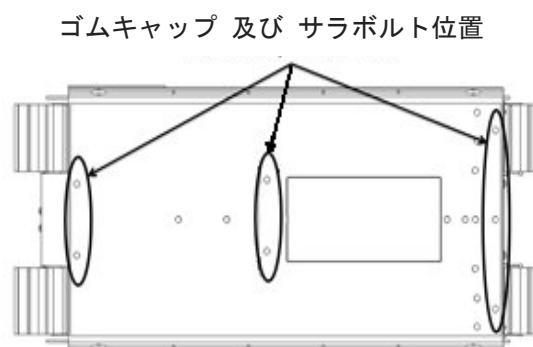

図23. プラットフォームゴムキャップの位置
6. プラットフォームを固定しているサラボルトの上部にある7箇所のゴムキャップを取り外す。(図23参照)
7. プラットフォーム上部の 7 本のサラボルトを取り外す。(図23参照)